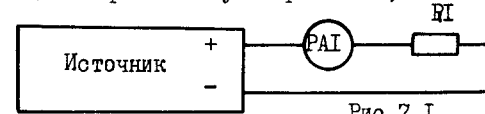

Рис. 7.1
2) соберите схему по рис. 7.1;
4) нагрузочный резистор RІ по рис. 7.1. изымите из схемы, амперметр подключите непосредственно к гнездам "+" и "-" источника;